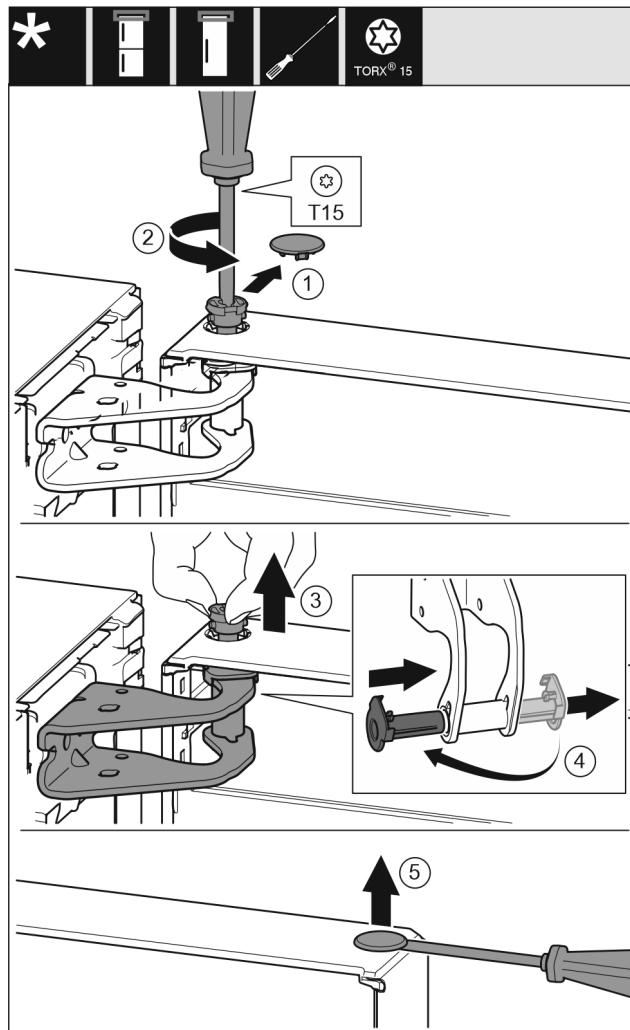

Fig. 6
- Desprindeți cu precauție apărătoarea siguranței. Fig. 6 (1)
- Extrageți puțin bolțul prin rotire cu șurubelnița T15. Fig. 6 (2)
- Țineți ferm ușa și extrageți bolțul cu degetele. Fig. 6 (3)
- Extrageți cuzinetul din ghidaj. Introduceți din partea opusă și fixați în poziție. Fig. 6 (4)
- Ridicați cu precauție dopul din cuzinetul ușii cu o șurubelniță plată și extrageți-l. Fig. 6 (5)